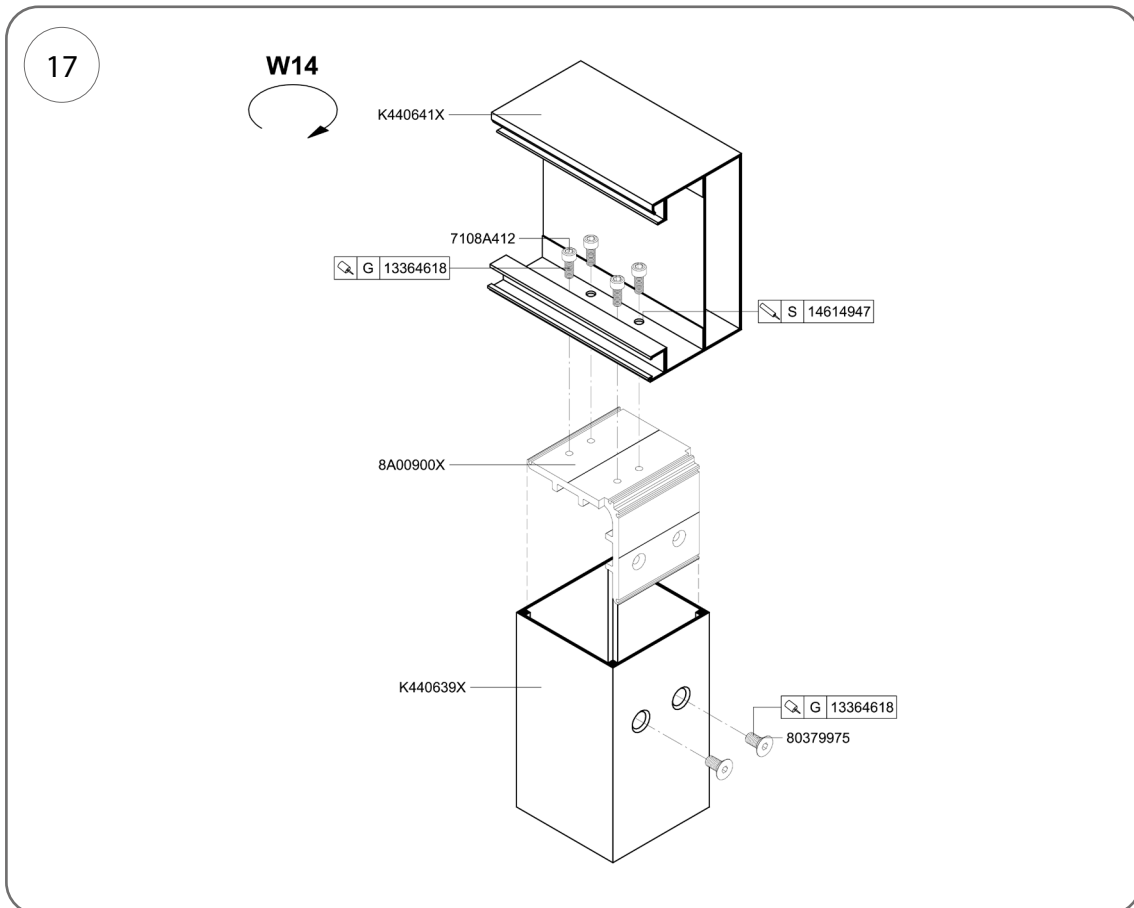
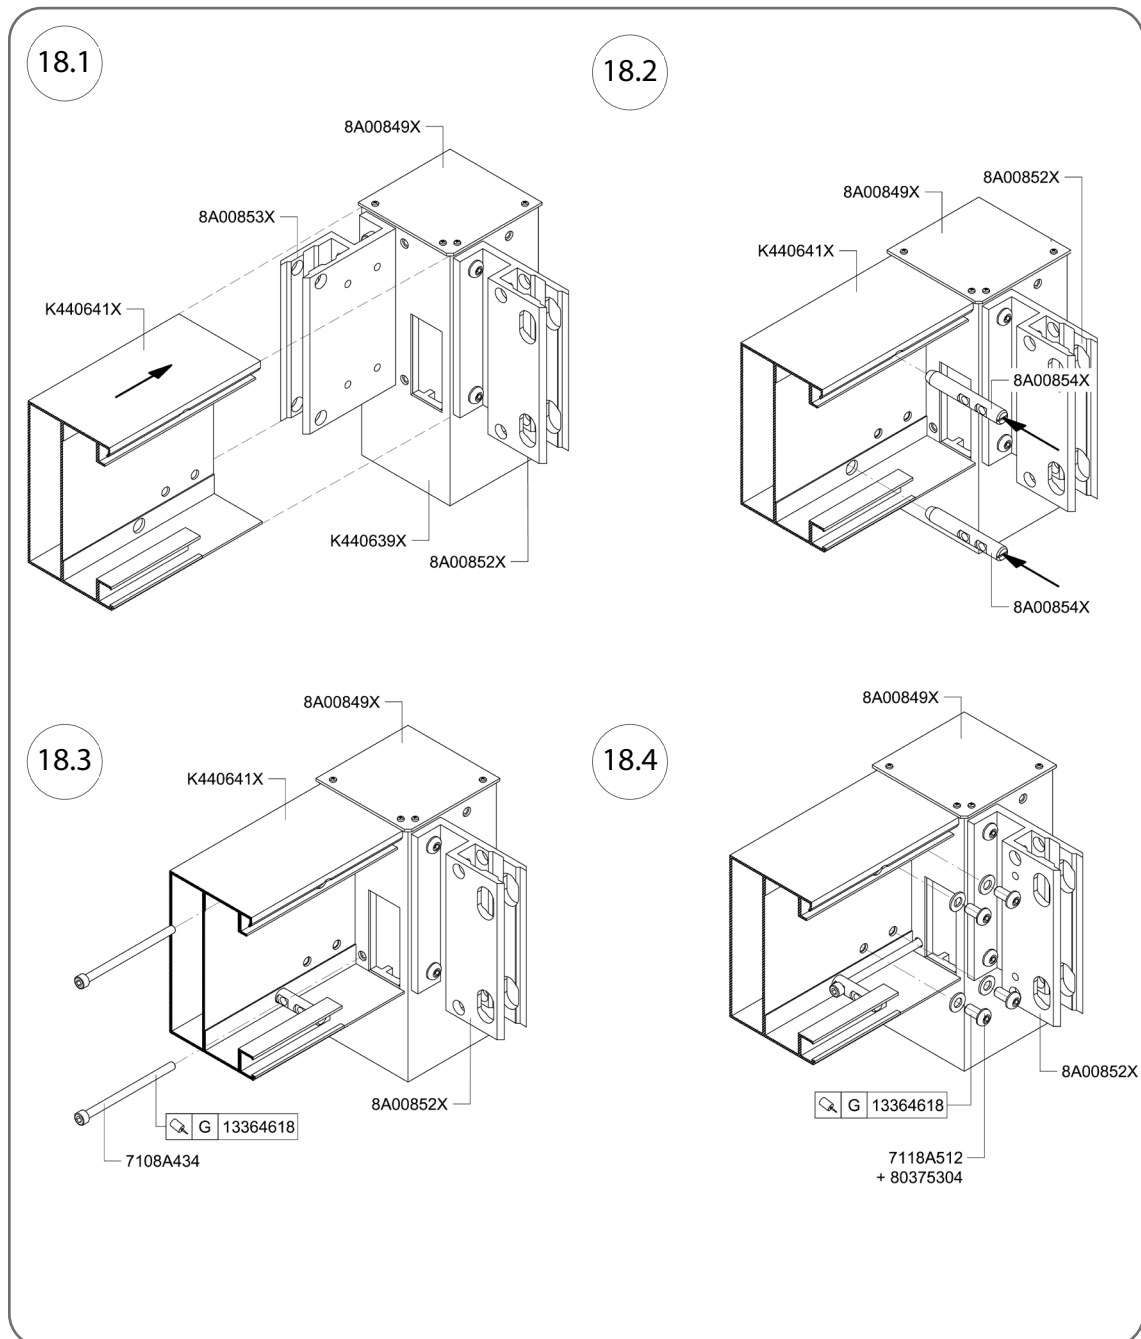

Abb. 17
Abb. 18
8. Mit 4 Inbusschrauben M8 x 20 mm, Art.-Nr. 7108A412, das Sparren- oder Pfettenprofil mit dem im Pfosten befestigten Verbinder, Art.-Nr. 8A00900X, verschrauben (Abb. 17 und Abb. 18). Die Schrauben mit Gewindedichtmittel, Kat.-Nr. 13364618, bestreichen..